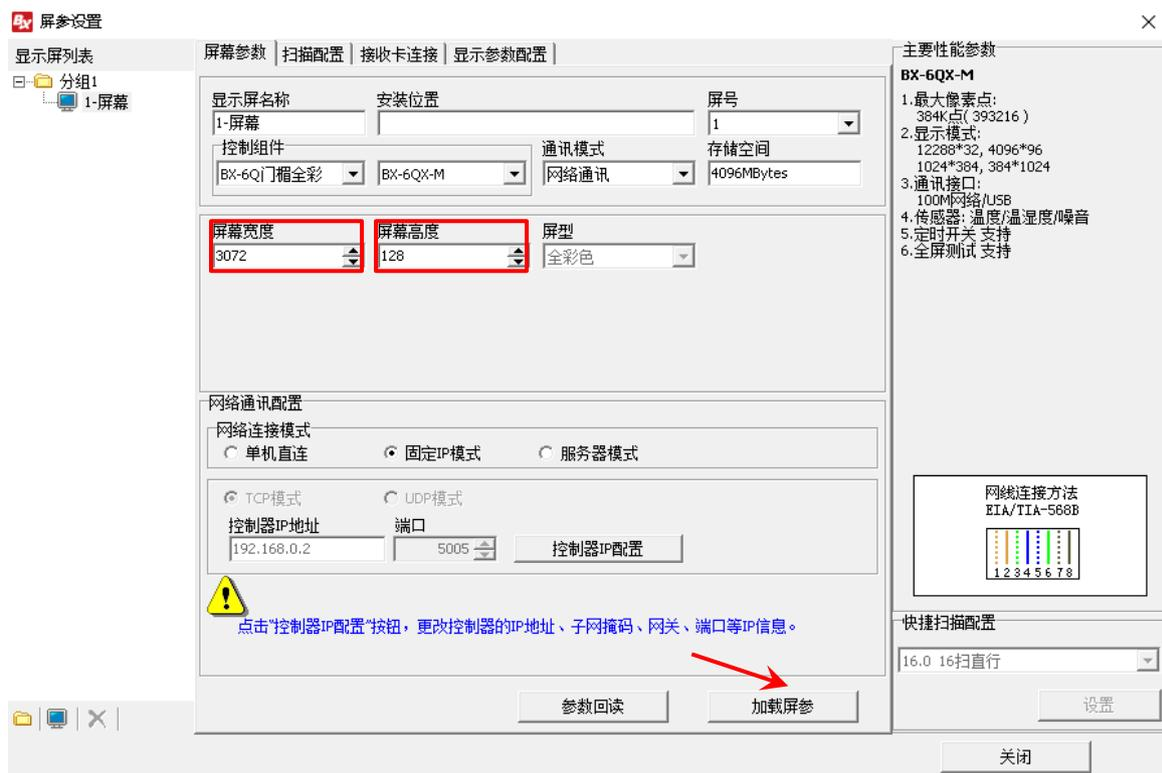

图 4
4. 然后设置屏幕宽度和高度，点击“加载屏参”按钮，就会提示加载屏参数成功，如下图 4 所示：